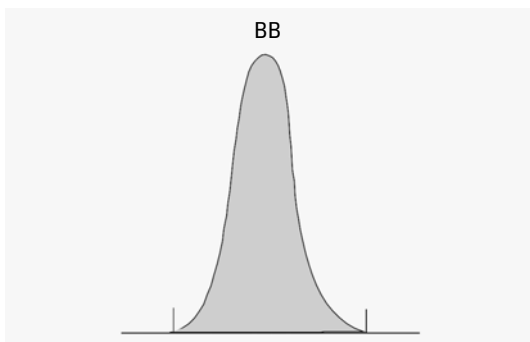

Рисунок 19 Измерение площади для пиков, начинающихся и заканчивающихся на базовой линии.
- для пиков начинающихся и заканчивающихся на базовой линии (BB), как площадь над базовой линией между началом и концом пика, как на Рисунок 19 на странице 48,